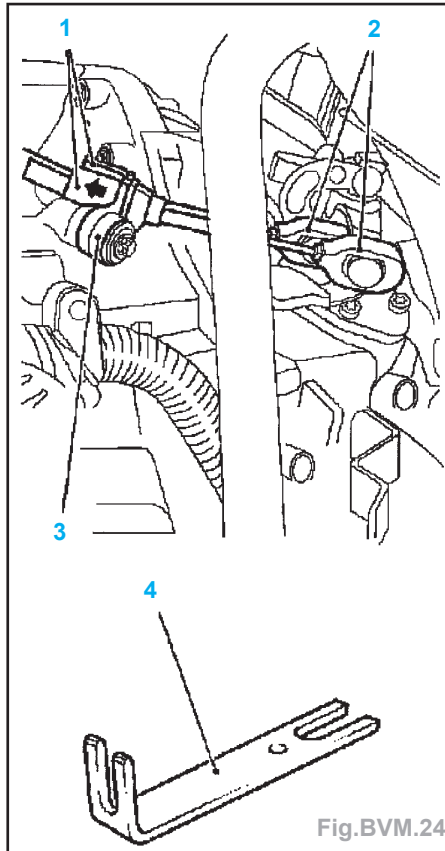

Fig.BVM.24
- Démontez les câbles de commutation (2) de la boîte de vitesses (Fig.BVM.24) :
- les soulever du levier de renvoi avec **KM-6042** (4),